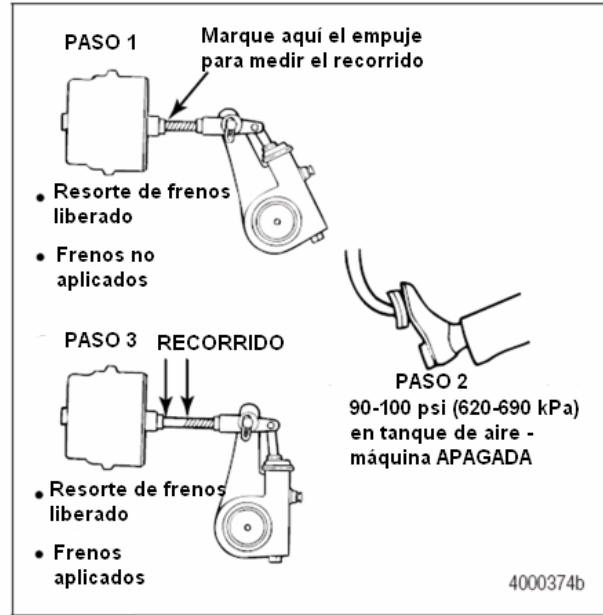

Figura 7.20
Figura 7.20. Sostenga el gobernante paralelo al empuje y mida los más cuidadosamente posible. Un error en la medición puede afectar el límite de reajuste de CVSA. CVSA establece que "cualquier freno de ¼ pulgada o mas pasa el limite de reajuste, o si dos frenos de menos de ¼ pulgada mas allá del limite de reajuste, serán causa de rechazo."
4. Mida el desplazamiento del empuje o el recorrido ajustado de la cámara donde el empuje deje la cámara de freno en su marca del empuje. Mida y registre la distancia. Figura 7.20.